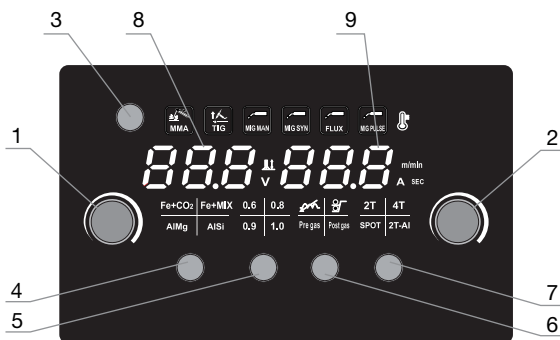

Рис. 3.4
- Нажмите и удерживайте ручку 1 бестоковой протяжки проволоки (Рис. 3.4) на панели управления до появления проволоки из контактного наконечника горелки.
- Нажать на ручку 2 на панели управления продувки газом до сварки (Рис. 3.4) и настроить расход защитного газа на расходомере редуктора давления.